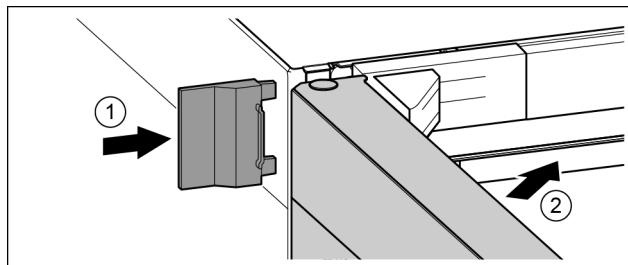

Fig. 42
- Надвинуть внешнюю крышку. Fig. 42 (1)
- Закрыть верхнюю дверь. Fig. 42 (2)